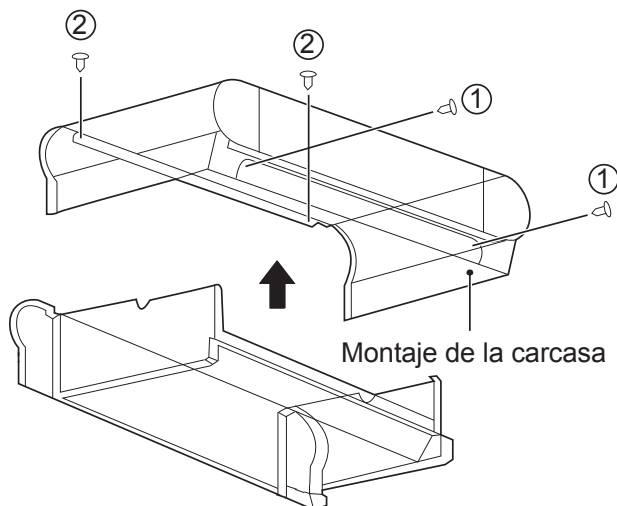

Imagen 12.5.1 Retirar la carcasa
- b) Tal como se muestra en la Imagen 12.5.1, retire los tornillos ① * 2 y ② * 2 y luego la carcasa.